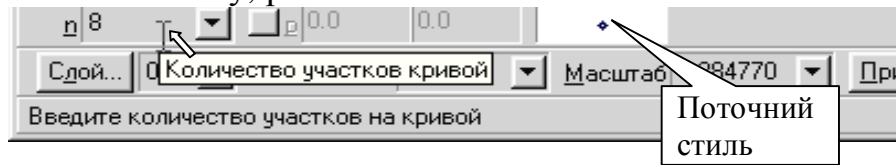

Рис. 38.
2. У полі *Кількість ділянок кривої* в рядку параметрів введіть число 8 або виберіть його зі списку, рис. 38.